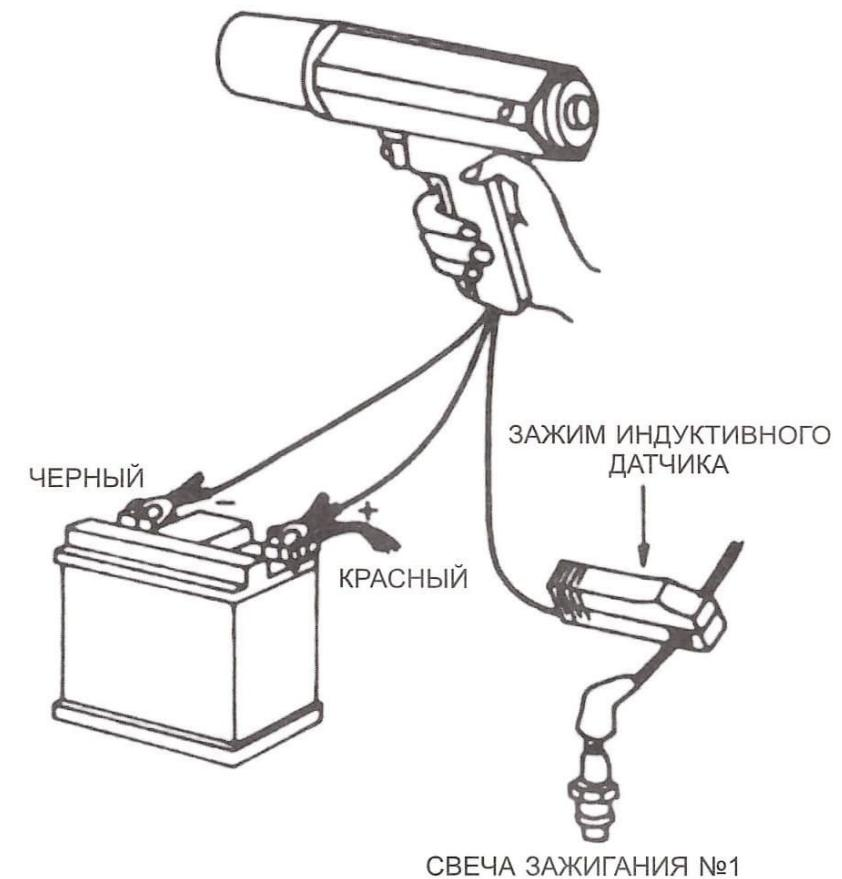

Рисунок 2
- Подключите стробоскоп как показано на рис.2.